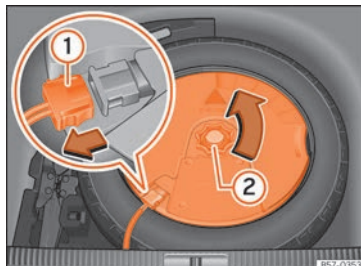

Fig. 223 Na bagageira: desmontar o subwoofer.
- Desligue o cabo do altifalante *subwoofer* »» Fig. 223 ①.
- Rode a rodinha de fixação no sentido contrário ao dos ponteiros do relógio »» Fig. 223 ②.